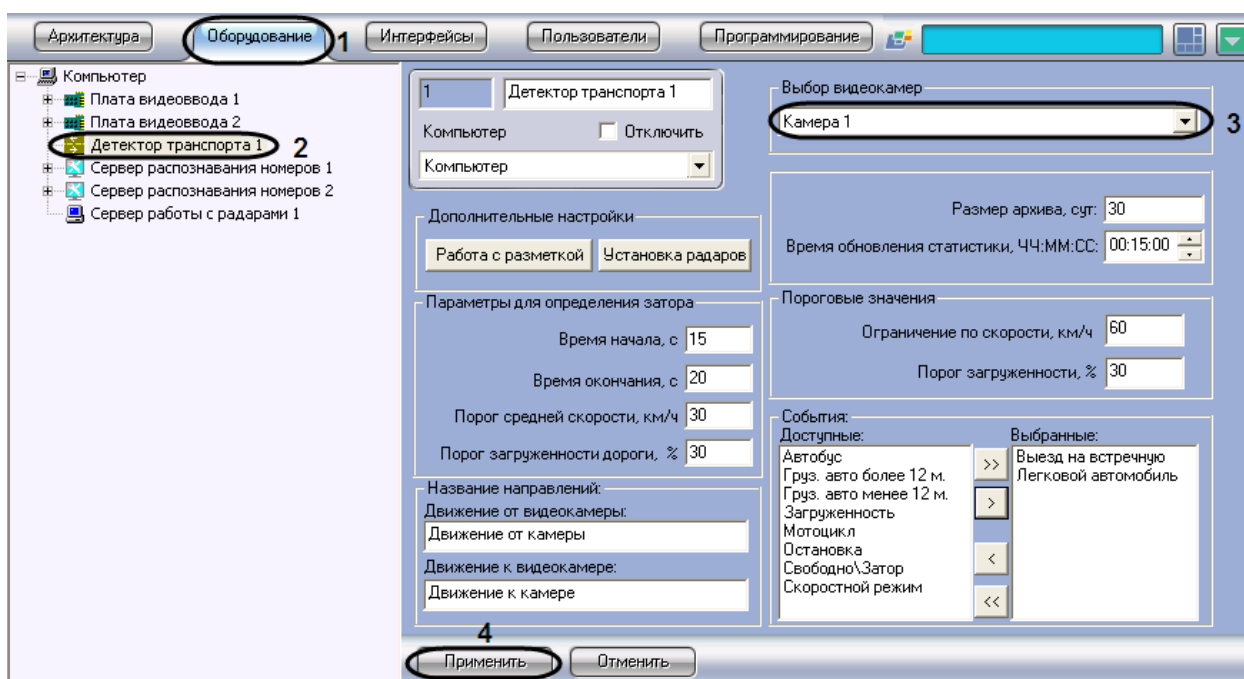

Рис. 7.4—1. Выбор объекта «Камера» для совместной работы с программным модулем «Детектор транспорта»
1. В диалоговом окне «Настройка системы» перейти на вкладку «Оборудование» (см. Рис. 7.4—1, 1).
2. В дереве объектов на вкладке «Оборудование» выбрать объект «Детектор транспорта», соответствующий настраиваемому программному модулю «Детектор транспорта» (см. Рис. 7.4—1, 2). В правой части вкладки «Оборудование» отобразится панель настройки выбранного объекта.
3. Выбрать видеочамеру из списка всех объектов «Выбор видеочамеры» в системе (см. Рис. 7.4—1, 3).
4. Нажать кнопку «Применить» (см. Рис. 7.4—1, 4).